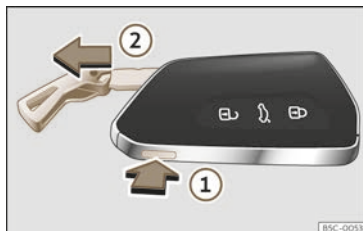

Abb. 72 Fahrzeugschlüssel: Schlüsselbart herausziehen.
- Drücken Sie die Taste >>> (Abb. 72) ①, um die Öse als Schlüsselband freizugeben und den Schlüsselbart herauszuziehen ②. Durch leichten Druck auf die Öse wird diese als Schlüsselband freigegeben.
- Zum Entriegeln drücken Sie die Taste >>> (Abb. 72) ①. Halten Sie die Taste ① gedrückt und ziehen Sie gleichzeitig die Öse in Pfeilrichtung >>> (Abb. 72) ②, um den Schlüsselbart vollständig herauszuziehen.